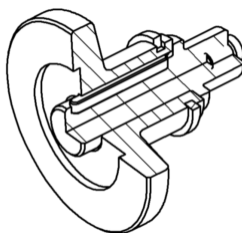

图 5.3.7 创建装配剖视图
(1) 单击 图纸视图 区域的“视图向导”按钮 ，系统弹出“选择模型”对话框。在 查找范围(F): 下拉列表中选择目录 D:\sest4.12\work\ch05\ch05.03，然后选择“cluthc_asm_ok.asm”模型，单击 打开(O) 按钮。
(2) 此时系统弹出“图纸视图创建向导”对话框，在该对话框 装配图纸视图选项 区域右侧的下拉列表中选择 查看 1 选项，取消选中 在以下视图中显示隐藏零件的边: 下的 ☐ 正视图(V) 复选框，然后单击 完成(F) 按钮。
(3) 在“视图向导”命令条中 2:1 的下拉列表中选择 1:1。将鼠标放在图形区，会出现视图的预览，选择合适的放置位置单击以生成基本视图，结果如图 5.3.7 所示，然后进行保存。